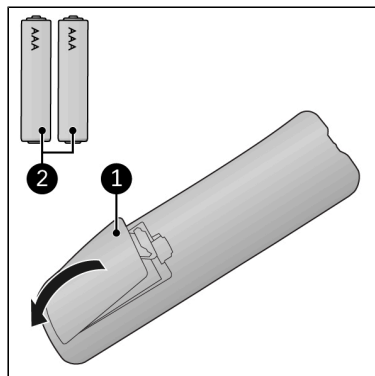

Figure 94.
1. Retirez le couvercle du compartiment à piles (Figure 94, pos. 1).
2. Insérez deux piles (AAA 1,5 V) (Figure 94, pos. 2) comme indiqué dans le compartiment. Veillez à insérer les piles correctement.